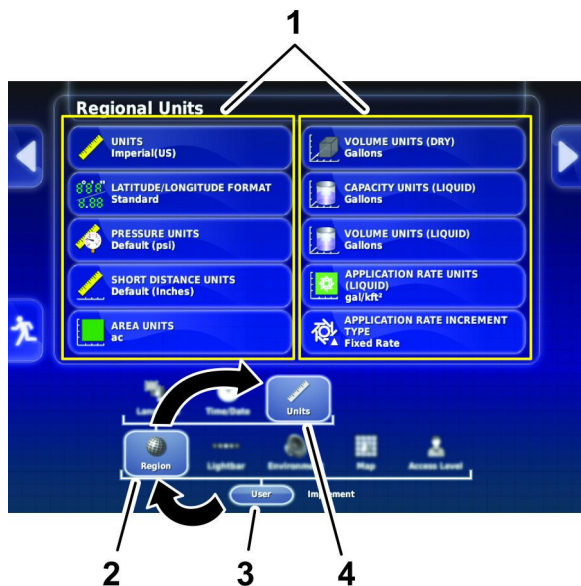

図 19
2. ユーザーアイコンを押す 図 19。
3. 地域アイコンを押す 図 19。
4. 単位アイコンを押す 図 19。